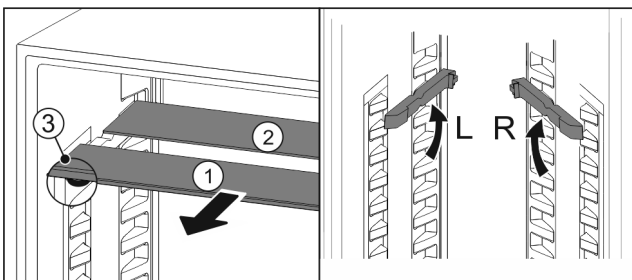

Fig. 226
- Sortir les tablettes par l'avant Fig. 226 (1).
- La tablette en verre Fig. 226 (1) avec bordure décorative est située à l'avant.
- Les butées Fig. 226 (3) sont orientées vers le bas.